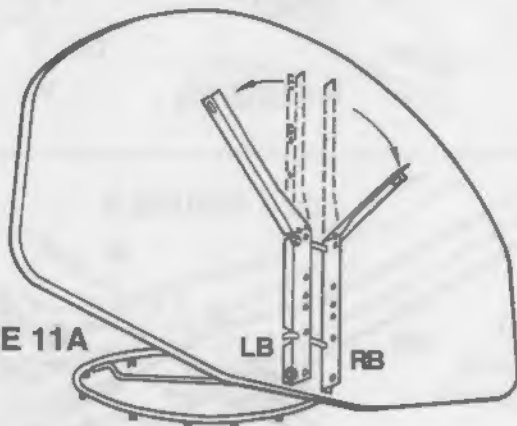

FIGURE 11A
- Bend Backboard Brackets (LB & RB) so that the top holes line up with the holes in the backboard as shown in Figure 11A.
- Recourbez les supports de panneau (LB & RB) de façon à ce que les trous supérieurs et les trous du panneau soient alignés comme indiqué sur la Figure 11A.